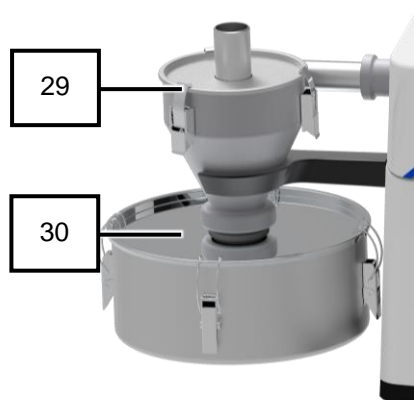

Fig. 29: Aparato con separador por ciclón
12. Pulse  en la pantalla táctil (6) para arrancar el proceso de molienda.
13. El material de molienda se alimenta y muele automáticamente a través del canal vibratorio (28) del alimentador DR 100 (33).
14. Observe el indicador de rendimiento en la pantalla táctil (6) para valorar la uniformidad de la alimentación de material.
15. Pulse  en la pantalla táctil (6) para finalizar el proceso de molienda.
17. Extraiga el material de molienda del recipiente de recogida (30) del separador por ciclón (29) (Fig. 29).